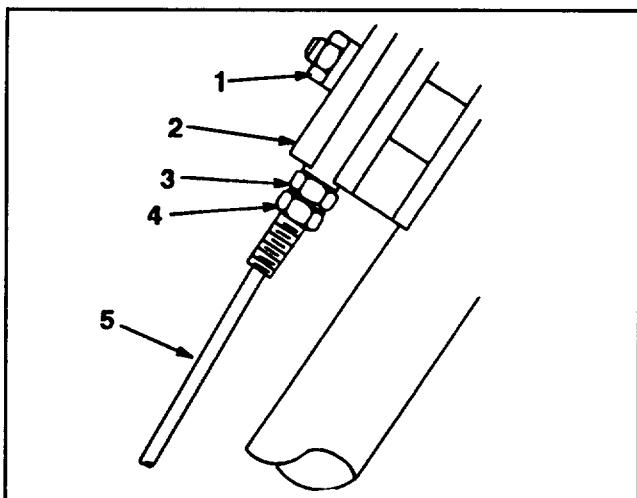

Abbildung 19
- Mutter auf dem Stützblock lösen (Abb. 19).
- Untere Gegenmutter am Radfahrantriebskabel lösen (Abb. 19).
8. Die obere Gegenmutter sollte nach der Einstellung am Stützblock anliegen (Abb. 19).